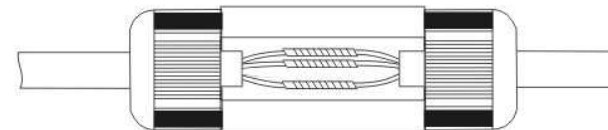

Рис.8
- Поместите место соединения кабеля в водонепроницаемую муфту и зажмите гайки. См. рис. 8.